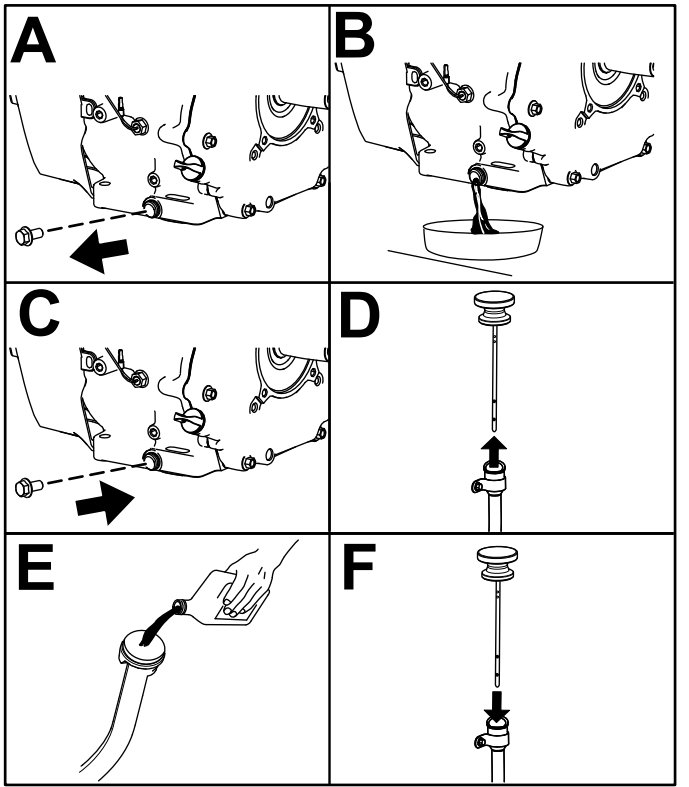

Figure 39
6. Vidangez l'huile moteur comme montré à la Figure 39.